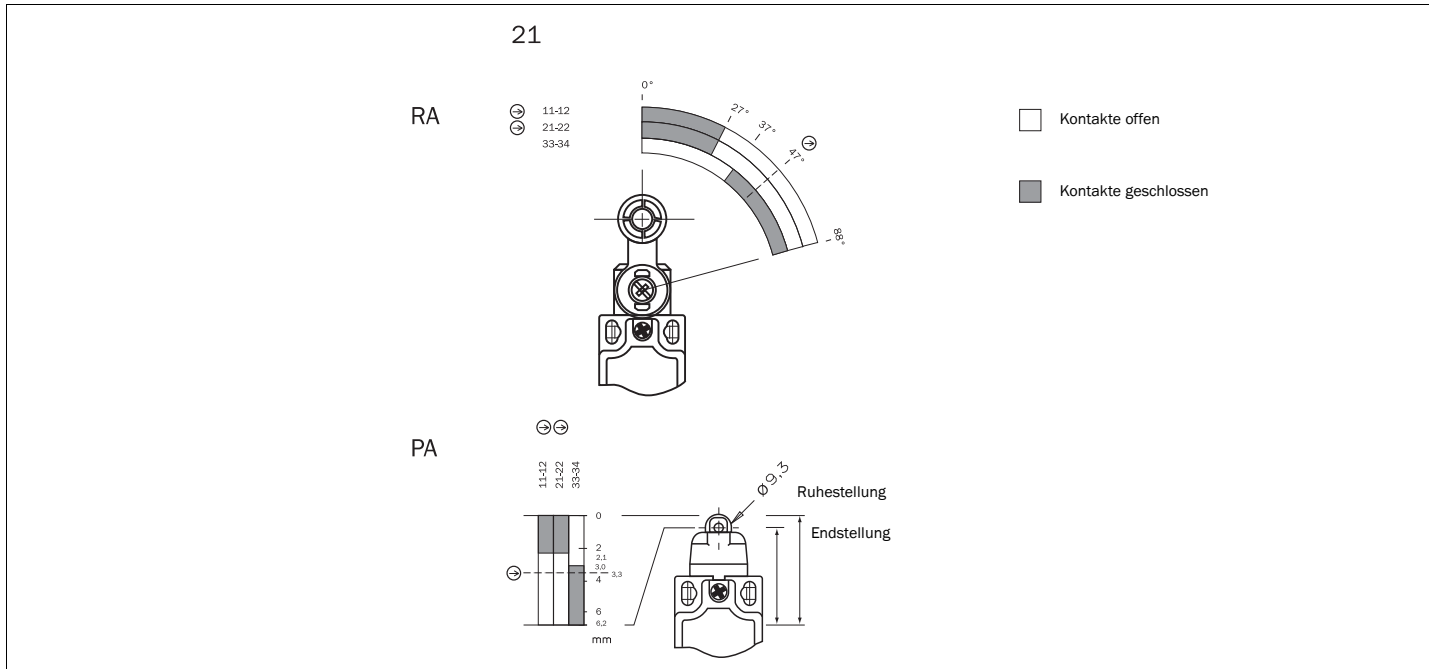

Abb. 1: Schaltwegdiagramme (RA = Rollenhebel, PA = Rollenstößel)
- Beim Anbringen der Steuernocken sind die Daten im Schaltwegdiagramm zu berücksichtigen (Abb. 1).
- Kontaktbelegung siehe Schaltwegdiagramm (Abb. 1).